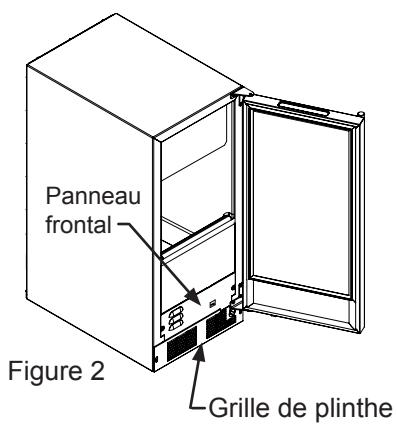

Figure 2
2. Ôtez le panneau frontal et la grille de plinthe de la machine à glaçon en enlevant les 4 vis à tête Phillips (Voyez les Figures 2 et 2a).